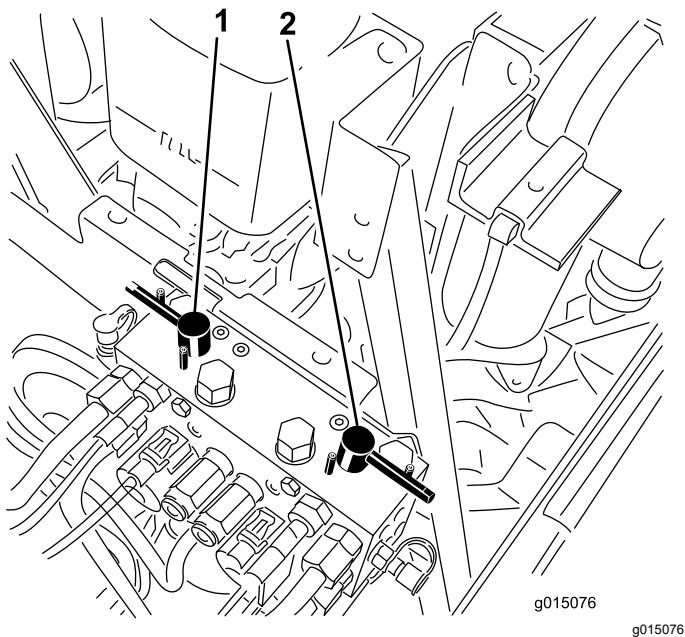

図 122
4. バックラップレバーで、前のカッティングユニット又は後ろのカッティングユニット、あるいは両方を選択する 図 122。